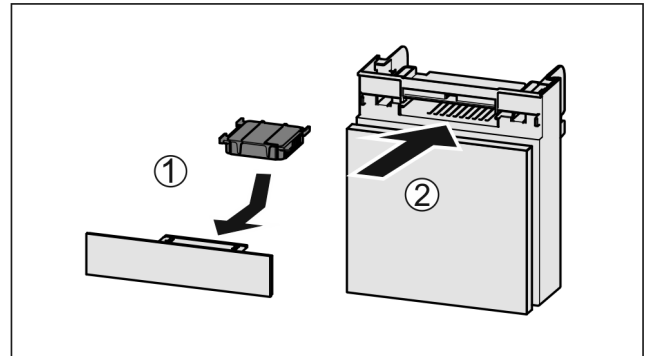

Fig. 243
- ▶ Helyezze be Fig. 243 (1) az aktív szén-szűrőt az ábrán látható módon.
- ▶ Tolja be Fig. 243 (2) a rekeszt.